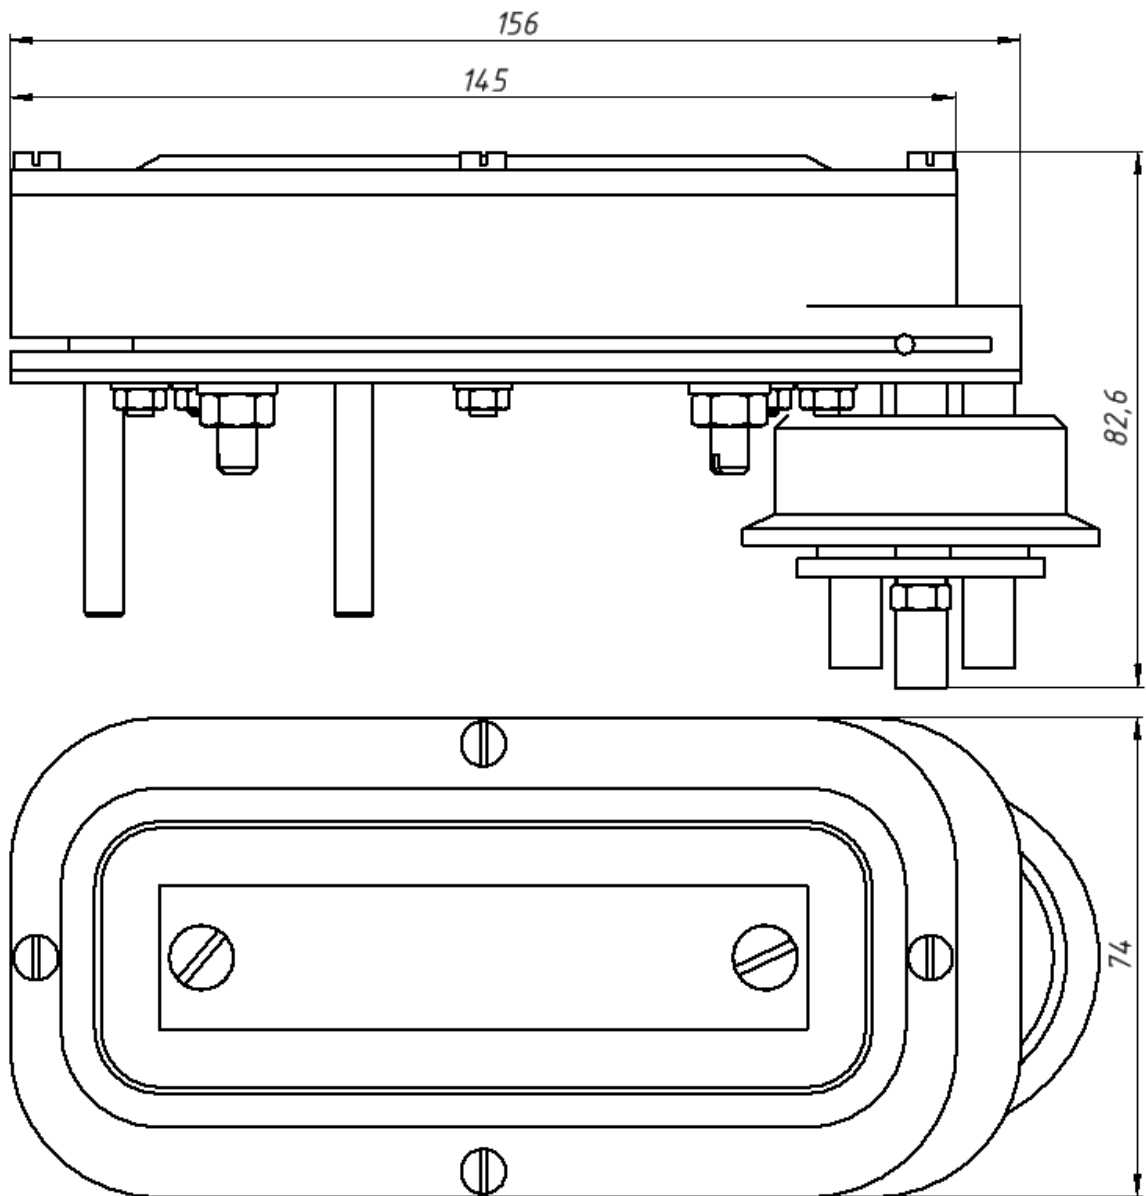

Рис. 1. Габаритные и присоединительные размеры Устройства
7.1. Габаритные и присоединительные размеры Устройства указаны на рис. 1.